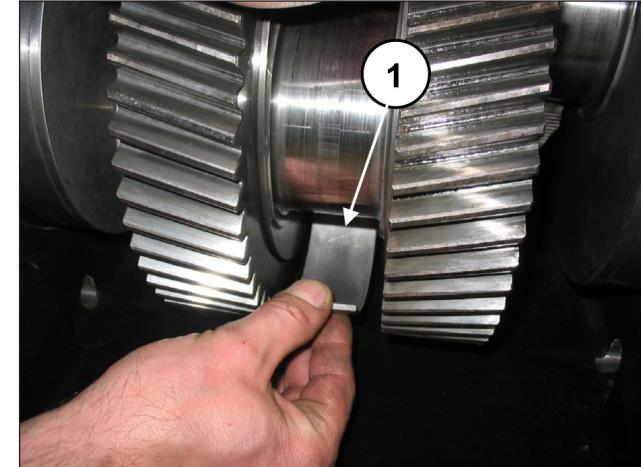

Рис. 19
Выньте три верхних полуподшипника из половинок шатунов (поз. ①, Рис. 19).